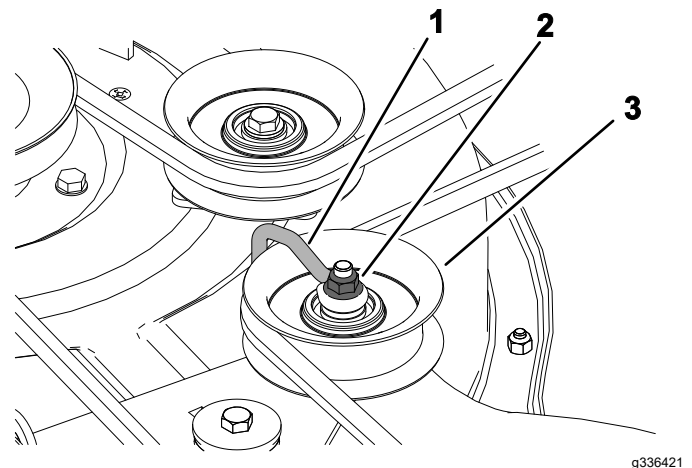

Figura 49
2. Tornillo (3)
5. Afloje la tuerca que sujeta el soporte de alambre a la polea tensora (Figura 49).
- Nota:** Coloque el soporte de alambre contra el brazo tensor, como se muestra en la Figura 49.